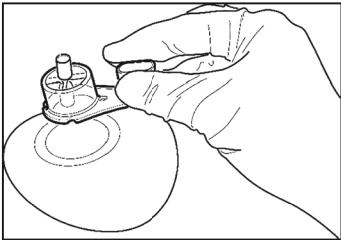

Figura 3
3. Fixar o DEL conforme indicado na figura 3: coloque a base do suporte do DEL no tecido da paciente sobre o expansor de tecido implantado.